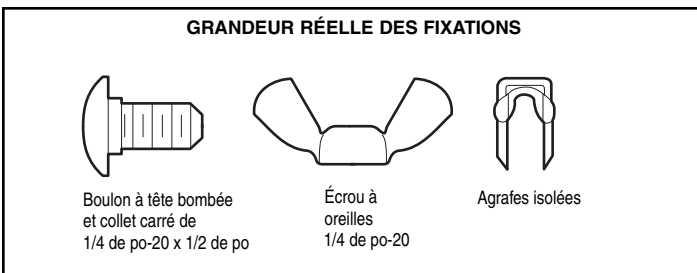

Figure 1 MONTAGE SUR GUIDES DE PORTE (CÔTÉ DROIT)
Pose aux guides de la porte de garage (mode préféré) (Figure 1) :
- Faire glisser les bras courbés par-dessus le bord arrondi de chaque guide de porte, les bras courbés étant dirigés vers la porte. Enclencher en place contre le côté du guide. Il doit reposer à plat, avec le rebord embrassant le bord arrière du guide, comme illustré à la Figure 1.